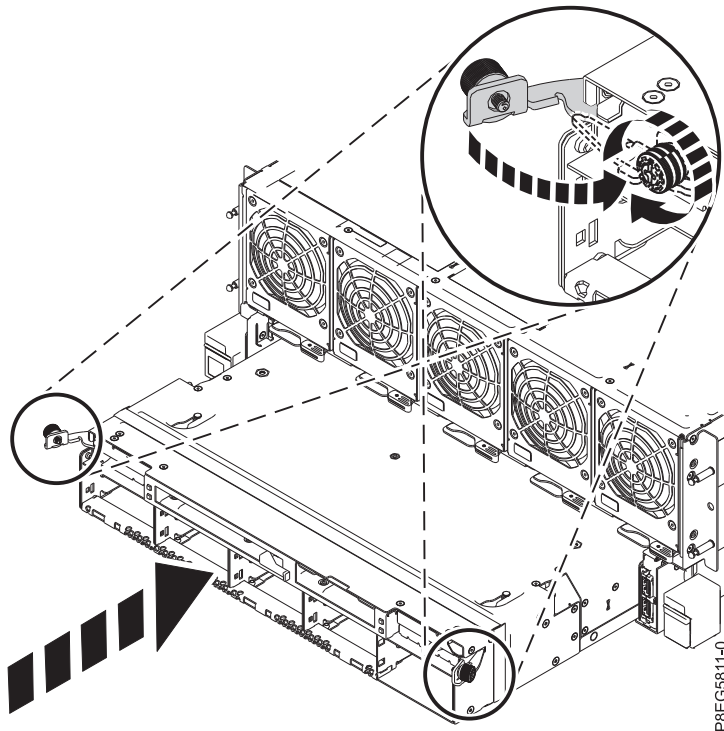

図 18. RAID アセンブリーの再取り付け
6. RAID アセンブリーをスライドさせてシステムに入れます。図 18 に示すように、ラッチを中に押し込み、つまみねじを締めます。